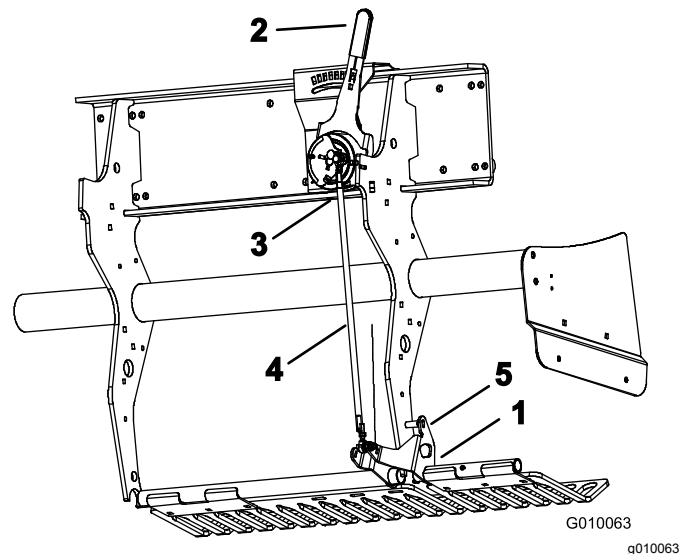

Figure 59
2. Tournez le support de fixation du protège-gazon gauche (Figure 59) jusqu'à ce qu'il soit possible d'introduire une goupille de sécurité, comme un foret ou un boulon de 5/16", entre le support et le tube de réglage de profondeur qui est soudé au cadre.
3. Placez le levier de réglage de profondeur d'aération (Figure 59) à la position « H » (profondeur maximale).
4. Débranchez le commutateur sphérique (Figure 59) du faisceau de câblage (commutateur d'abaissement de tête).
5. Desserrez les écrous de blocage (gauche et droit) sur la biellette de réglage de profondeur (Figure 59).